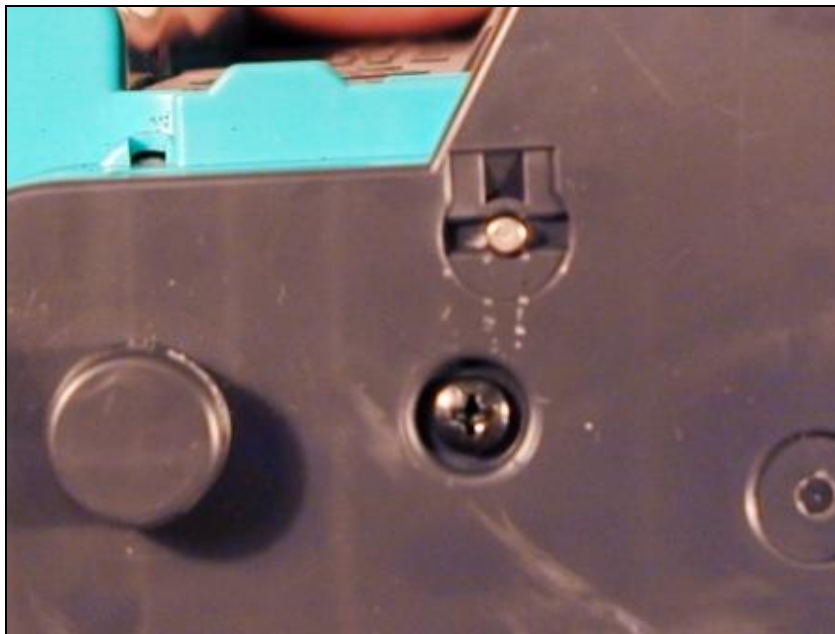

Ilustración 67
54. Instalar los dos pernos de sujeción. Ver ilustración 67